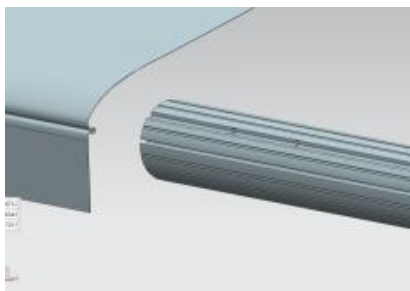

Figure C12 Figure C13
3.5 Ouvrez le tissu, insérez-le dans la fente du tube d'enroulement, puis insérez l'extrémité avant du tissu dans une autre fente du tube d'enroulement, et enfin fixez la vis B. Pour empêcher le tissu de bouger, insérez ensuite la bande de tissu dans la fente. Enfin, insérez la boucle de la sangle sur la bande. (Figures C12, C13, C14 et C15)